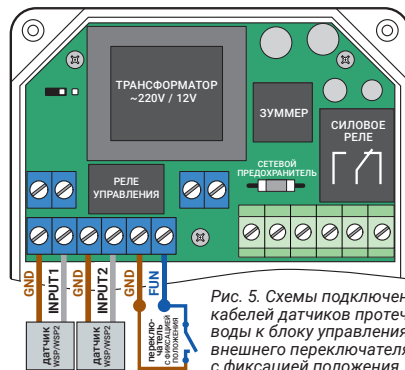

Рис. 5. Схемы подключения кабелей датчиков протечки воды к блоку управления и внешнего переключателя с фиксации положения
6.2. Рис. 5. Схема подключения кабелей датчиков протечки воды к блоку управления. Все датчики протечки воды подключаются параллельно.
**6.3.** Рис. 5. Схема подключения к блоку управления переключателя (выключателя) с фиксацией положения. Предназначена для дистанционного включения/отключения водоснабжения. При замыкании переключателя шаровой электропривод закрывается, подача воды будет отключена. Также отключается выполнение функции «автоповорот». При размыкании переключателя шаровой электропривод откроется, подача воды будет возобновлена.